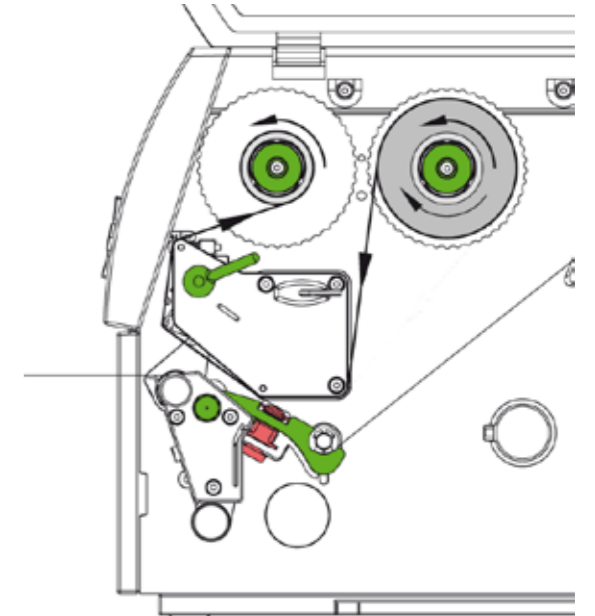

Figura 17 Percorso del nastro di stampa
6. Inserire un'anima di cartone sull'avvolgitore (5) e fissarla allo stesso modo ruotando la ghiera.
7. Svolgere il nastro di stampa attraverso la meccanica di stampa seguendo il percorso rappresentato in figura 17.
8. Fissare, con un nastro adesivo, l'estremità iniziale del nastro di stampa sull'anima (4) in modo che si avvolga in senso antiorario.
9. Far ruotare a mano l'avvolgitore del nastro di stampa (5) in senso antiorario per stendere perfettamente il nastro di stampa.
10. Ruotare la leva (6) per bloccare la testa di stampa.